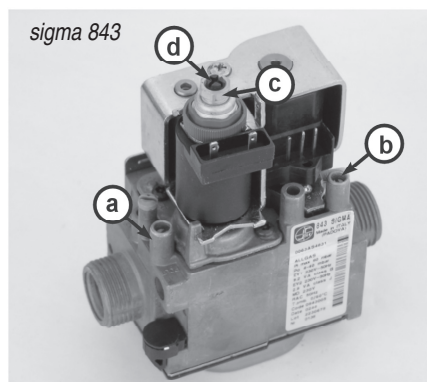

Рис. 14
10. Ослабьте винт измерительного места на выходе газового клапана GV1 Sigma 843 (рис.14/поз.а) и посадите U-шланг
2. Осторожным поворотом пластмассового винта (рис. 14 / d) с помощью крестовой отвертки дорегулируем на модуляторе газового клапана сниженную мощность согласно табл. 5.